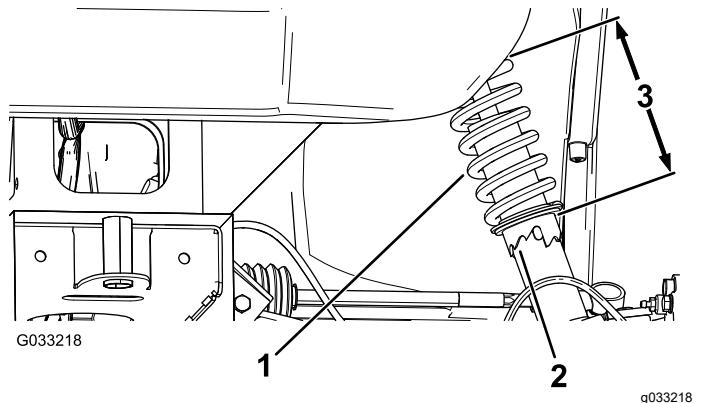

Рисунок 39
- Если развал не отрегулирован, используйте ключ, чтобы повернуть кольцо на амортизаторе для выравнивания колеса (Рисунок 39).